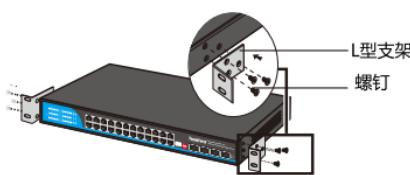

图1.1.1 交换机安装示意图
2.将配件中的两个L型支架分别安装在交换机面板的两侧，并用配件中提供的螺钉固定，如图1.1.1所示。